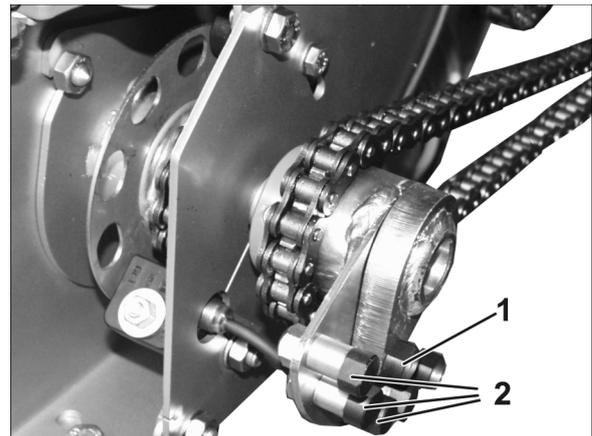

Fig. 110
Kommt es zum Blockieren der Dosierwalze durch Fremdkörper im Dosierer, schert eine Kunststoffschraube (Fig. 110/1) ab und der Antrieb wird zur Vermeidung von Schäden unterbrochen.
3. Ersatzschraube (Fig. 110/2) aus der Halterung nehmen.